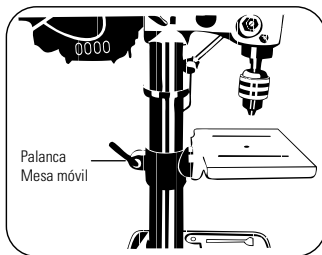

FIGURA 7.9
- Cuando sea alcanzada la posición deseada, apriete firmemente la Palanca de la Mesa Móvil para que la mesa **6** no se mueva más (Figura 7.9).
- Afloje la Palanca de la Mesa Móvil (Figura 7.9).